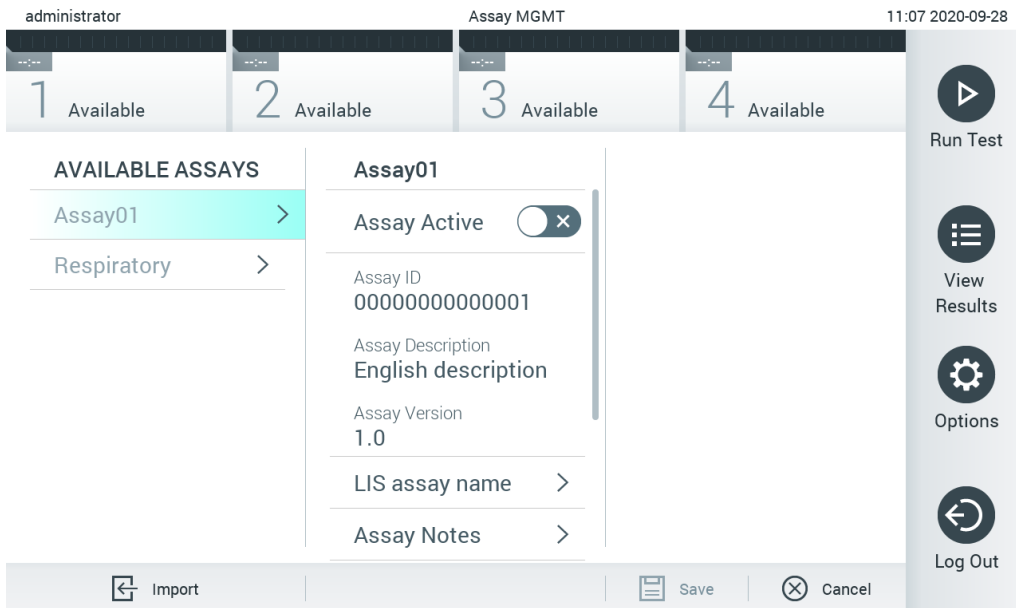

図 67.アッセイの管理画面。
2. 新規アッセイを QIAstat-Dx Analyzer 1.0 にインポートするには、Options (オプション) ボタン、次に Assay Management (アッセイの管理) ボタンを押します。ディスプレイのコンテンツエリアに Assay Management (アッセイの管理) 画面が表示されます (図 67)。